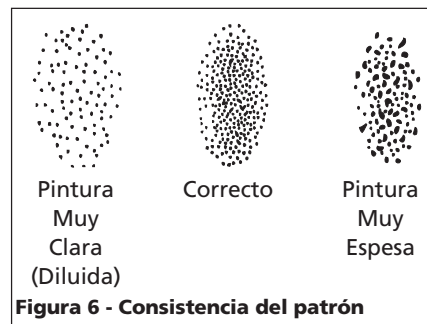

Figura 6 - Consistencia del patrón
4. Oprima el gatillo rápidamente mientras gira la perilla de control en sentido contrario al de las agujas del reloj. Observe el patrón en la pieza de prueba y ajuste la perilla de control de fluido hasta que obtenga el patrón (atomización) deseado (Vea la Figura 6).